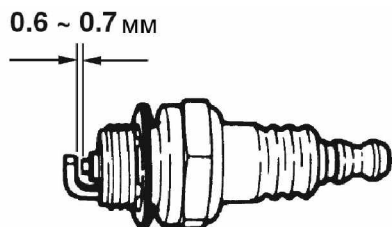

Рис. 26.
4. Свеча зажигания. См. Рис. 26.